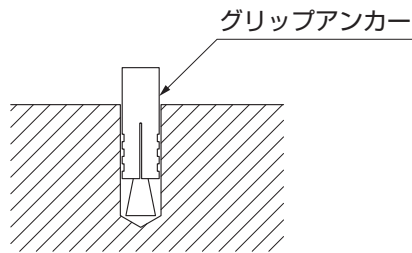

図8-6
- ①グリップアンカーを軽く叩いて挿入し、手ごたえが変わるまでハンマーなどで叩き込んでください。(図8-6参照)